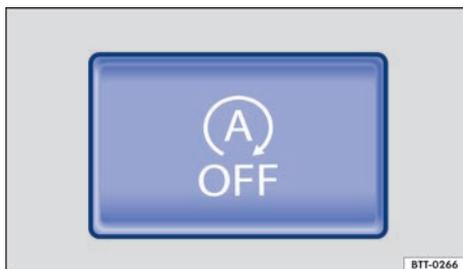

Fig. 110 En la consola central: tecla del sistema Start-Stop.
- Pulse la tecla  situada en la consola central ⇒ fig. 110.